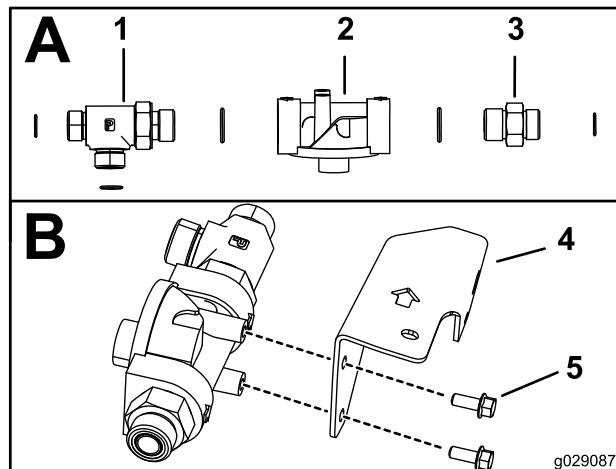

図 11
1. 図 11のAに示すように、フィルタヘッドアセンブリにT字フィッティング $5/8 \times 5/8 \times 3/4$ インチ、オス、アダプタフィッティング $5/8 \times 3/4$ インチ、オス、Oリングを取り付ける。
2. フィルタヘッドをブラケットに取り付けるボルト $1/4$ インチ2本を使用し、図 11のBのように取り付ける。